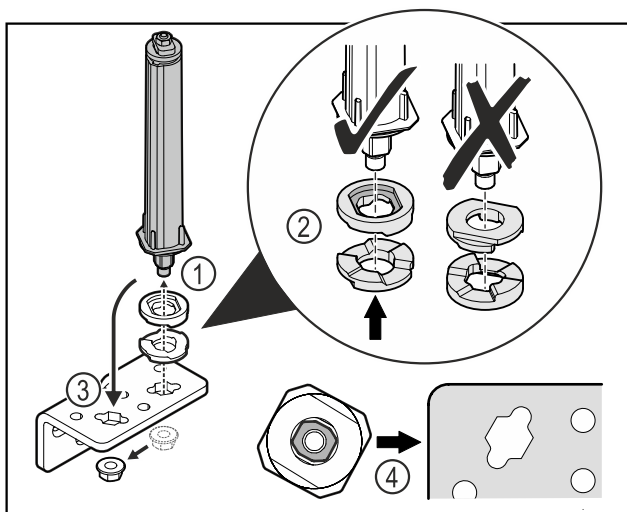

Fig. 46
- ▶ Lironi dadon dhe hiqni sistemin e mbylljes së derës Fig. 46 (1).
- ▶ Bëni kujdes për orientimin e saktë të rondelave të rregullimit të lartësisë Fig. 46 (2).
- ▶ Ktheni sistemin e mbylljes së derës në profilin e menteshës në anën tjetër dhe shtrengojeni atë me dado Fig. 46 (3).
- ▶ Gjatë vendosjes, bëni kujdes për orientimin e saktë të sistemit të mbylljes së derës Fig. 46 (4).